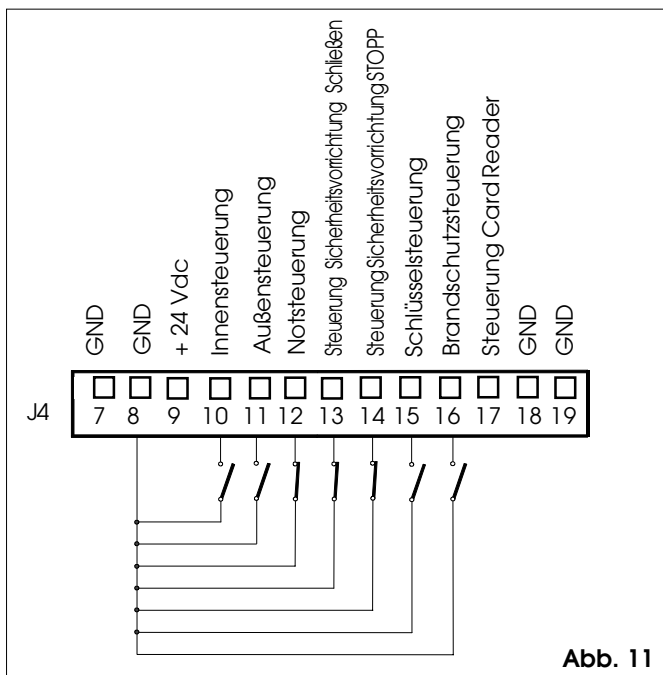

Abb. 11
⑤ **Klemmenleiste J4 Anschluss der Eingänge (Abb. 11, 12, 16)**
NACHT: Die Außensteuerung ist nicht aktiv. Die Öffnung der Tür kann nur durch die Aktivierung der Schlüsselsteuerung (Abb. 11).